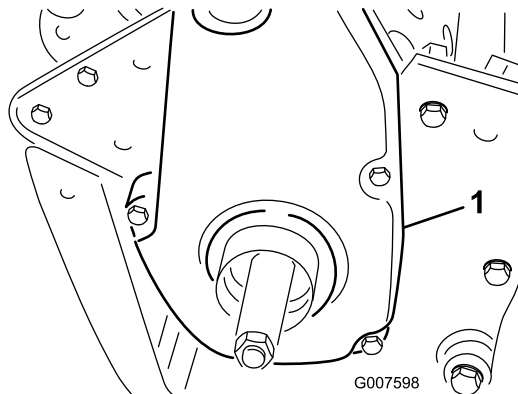

Figura 43
1. Retire a cobertura dos parafusos de montagem da correia e a cobertura da correia (Figura 43).